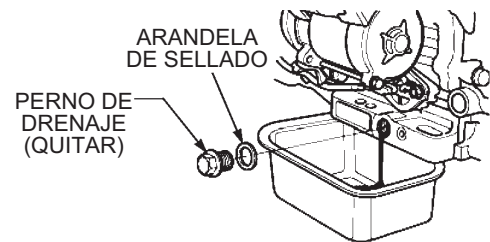

Figura 22. Drenaje del aceite del motor
1. Retire el perno de drenaje de aceite y la arandela de sellado y deje que el aceite se drene en un recipiente adecuado (Figura 22).